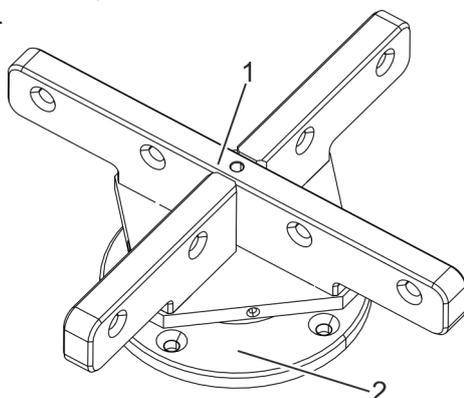

Рис. 76 Крестовина на нижнем подшипнике
10. Установить нижнюю крестовину (рис. 76) на нижний подшипник (рис. 76).